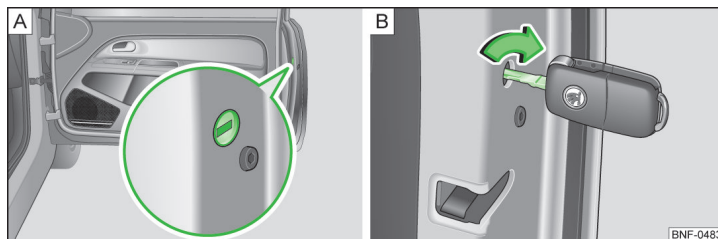

Bild 120 Nödlåsning: Framdörr höger
- Stick in nyckeln i spåret » bild 120 - A.
- Vrid nyckeln i höger dörr i vågrätt läge i pilens riktning » bild 120 - B och i vänster dörr mot pilens riktning.